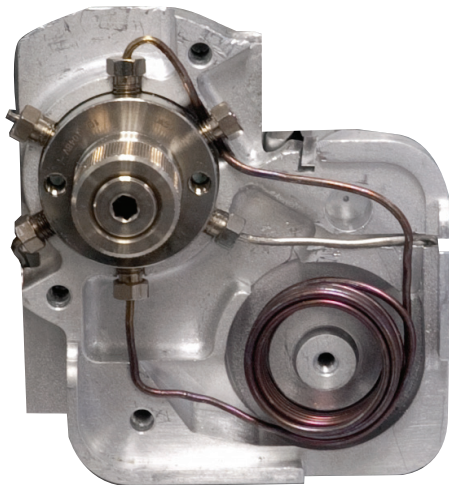

図 21. サンプルループブロックでのサンプルループの正しい配置
- 12 6ポートバルブの前にサンプルループを置いて、**図 21** のように新しいサンプルループの両端を位置 1 と位置 4 に接続します。
- 14 サンプルループをサンプルループブロックの方向（右側）に回します。サンプルループの上端が6ポートバルブのポート5の裏側を通るようにします。サンプルループがサンプルループブロックの窪んだフィッティング部分に収まるように取り付けます（**図 21** を参照）。